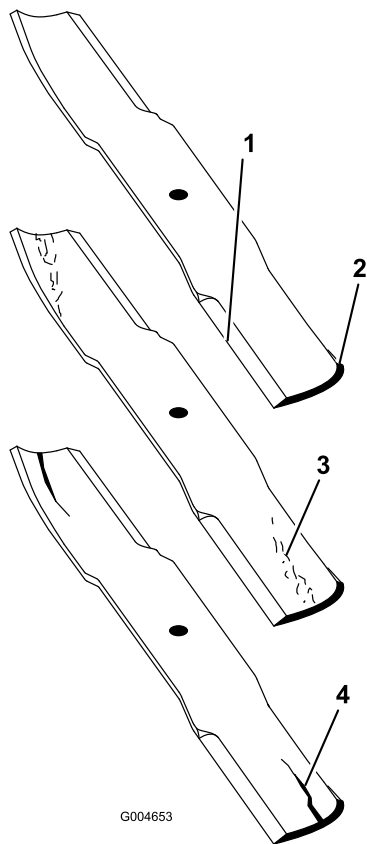

Figura 83
2. Examine cuidadosamente as extremidades da lâmina, prestando especial atenção à zona onde se encontram as partes curvas e planas da lâmina (Figura 83). Deverá verificar o estado da lâmina antes da operação de corte, já que a areia e outro material abrasivo poderá desgastar o metal que liga a parte curva e plana da lâmina. Se verificar que esta zona se encontra desgastada (Figura 83), substitua a lâmina.
Se a lâmina continuar a sofrer este tipo de desgaste irá formar-se uma ranhura entre a parte curva e a parte plana da lâmina (Figura 83). Eventualmente, pode soltar-se algum pedaço da lâmina e projectar-se, ferindo-o a si ou a qualquer pessoa próxima.